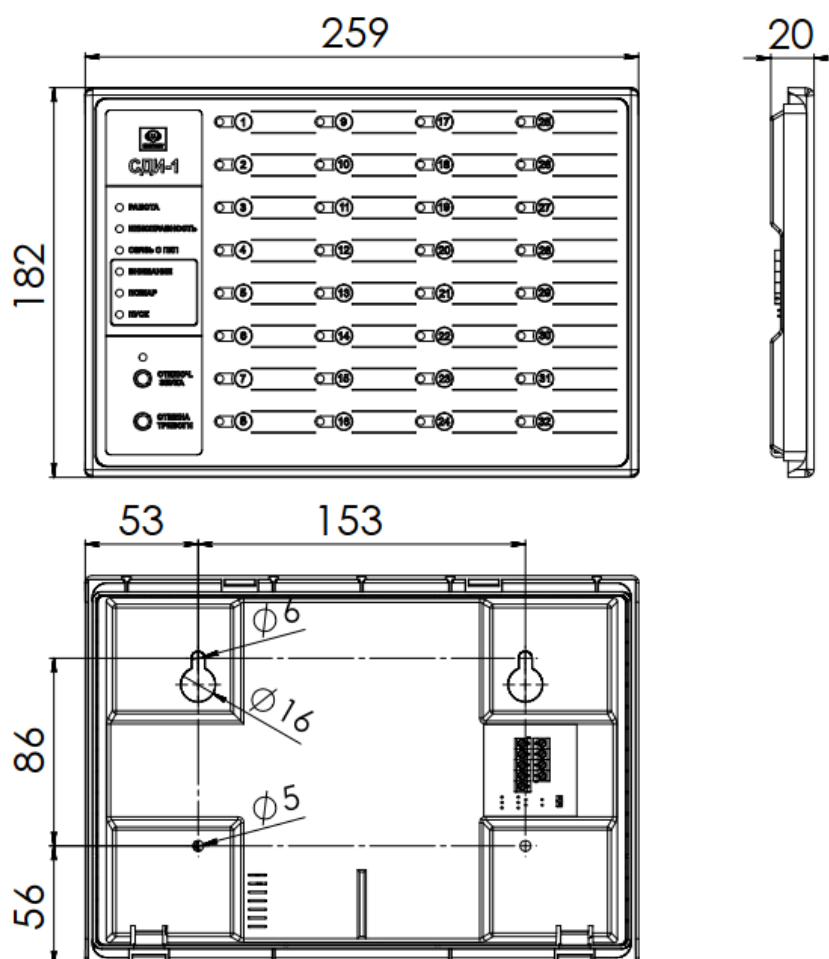

Рис.2. Габаритные и установочные размеры СДИ.
6.1.1. Габаритные и установочные размеры СДИ показаны на рис.2.
6.2.3. Проложить провода согласно проекту. Установить СДИ, руководствуясь установочными размерами рис.2 и рекомендациями п.6.1.2.